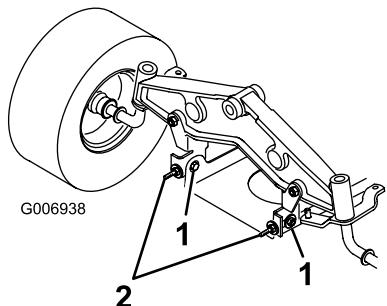

Figura 51
10. Afloje ligeramente los pernos de montaje delanteros del soporte de pivote (Figura 51).
11. Gire las contratuercas sobre los pernos de anilla para cambiar el ajuste (Figura 51).
12. Después de ajustar en la misma medida las contratuercas de ambos pernos, verifique de nuevo la inclinación longitudinal. Siga ajustando los pernos de ojal hasta que la punta de la cuchilla más avanzada esté hasta 9 mm más baja que la punta de la cuchilla más atrasada (Figura 51).
13. Cuando la inclinación longitudinal sea correcta, apriete los pernos de montaje del soporte de pivote (Figura 51).